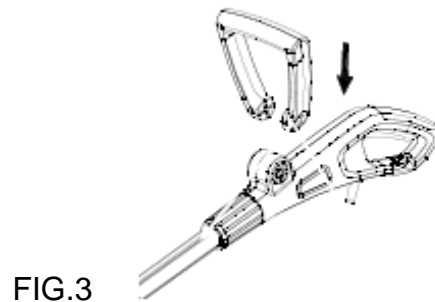

FIG.3
1. Positionnez la poignée d'aide sur l'axe supérieur (cette opération requière une certaine force) Fig 3.